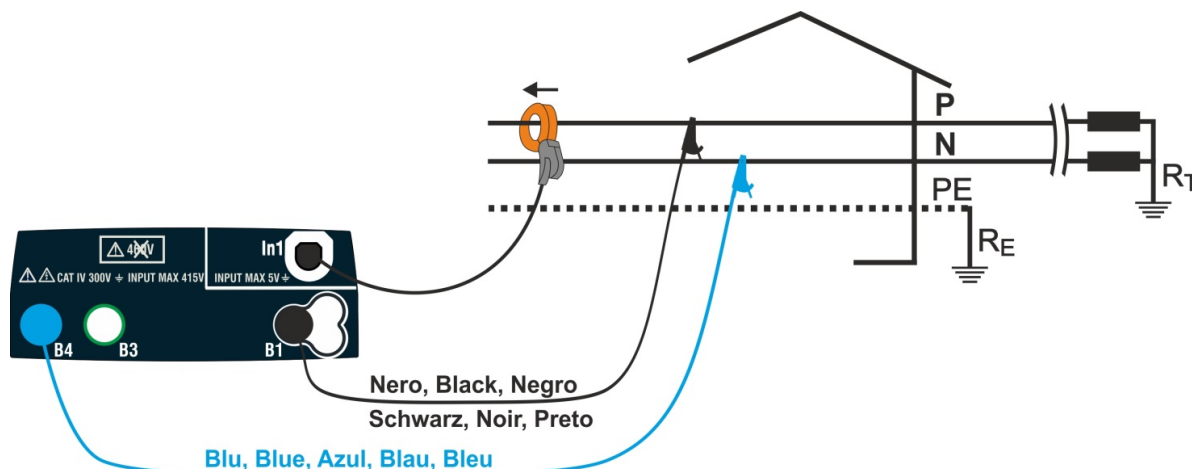

Fig. 42: Connexion pour mesure sur système monophasé
- **FS** → Cette touche permet de sélectionner la pleine échelle (FS) des transducteurs de pince qui peuvent être utilisés avec l'instrument. Les valeurs suivantes sont disponibles : **1A, 5A, 10A, 30A, 40A, 100A, 200A, 300A, 400A, 1000A, 2000A, 3000A**
- Insérez les connecteurs bleu et noir des câbles individuels dans les bornes d'entrée d'instrument correspondantes B4, B1. Insérez les crocodiles ou pointes correspondants à l'extrémité libre des câbles. Connectez les crocodiles, les pointes aux phases P et N conformément à la Fig. 42 pour la mesure de tension dans les systèmes monophasés. Connectez la pince externe à l'entrée **In1** de l'instrument et au conducteur de phase pour les systèmes monophasés. La flèche sur la pince doit suivre la direction dans laquelle le courant circule, normalement du générateur à la charge comme indiqué dans la Fig. 42